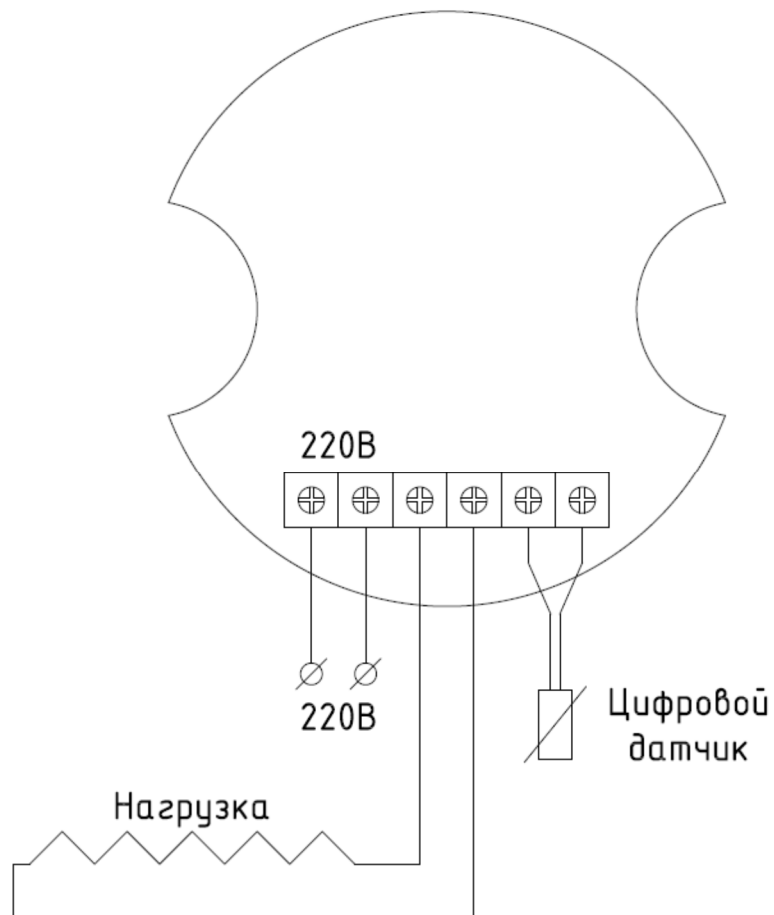

Рис.1
Подключить силовую кабель, нагревательный кабель (нагрузку) и датчик температуры, как указано на рис.1.
- Подсоединить датчик температуры к клеммам 5 и 6 (рис.1).
- Подсоединить нагревательный кабель (нагрузку) к клеммам 3 и 4 (рис.1), при необходимости, через внешнее реле.
- Подсоединить провода питания 220В к клеммам 1 и 2 (рис.1).
Необходимо проверить правильность подключения, согласно схемы рис.1.